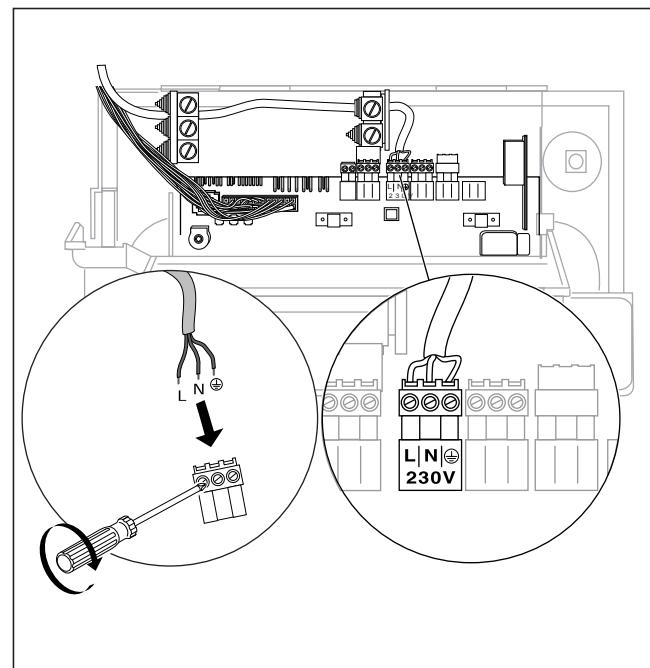

Abb. 4.4 Netzzuleitung anschließen
Die Netzzuleitung und alle weiteren Anschlusskabel (z. B. Heizungspumpe, usw.) können an den jeweils dafür vorgesehenen System Pro E Steckern angeklemmt werden (siehe Abb. 4.4 und 4.5).
- Schließen Sie die Netzzuleitung am Pro E-Stecker (siehe Abb. 4.4 und 4.5) fest an.